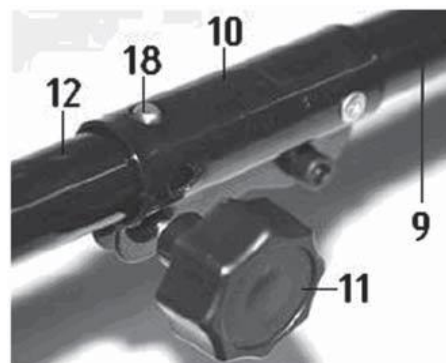

Рис. 5
7.3. Соединение верхней и нижней штанг (Рис.5)